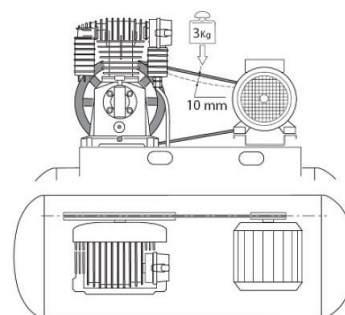

Fig. 17 : Contrôle de la tension de la courroie.
Étape 5 : Vérifier la tension de la courroie. La courroie doit s'affaisser d'environ 10 mm si une charge de 3 kg y est attachée (Fig. 17). Si nécessaire, réglez la tension de la courroie (en déplaçant le moteur) et veillez à ce que la poulie de la courroie et le volant restent bien alignés.